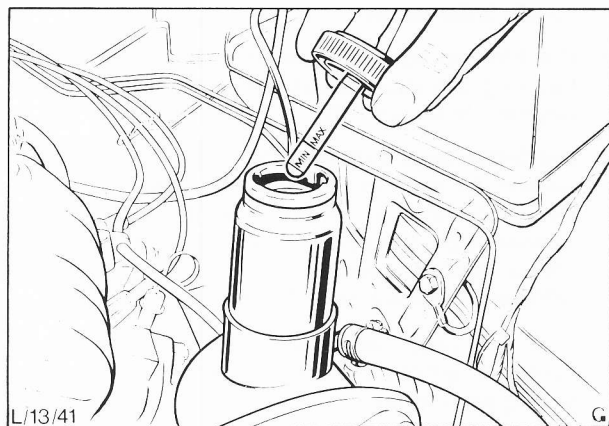

Abb. 59 Auffüllen des Vorratsbehälters
2. Vorratsbehälter mit neuem vorgeschriebenem Hydrauliköl auffüllen, Abb. 59.